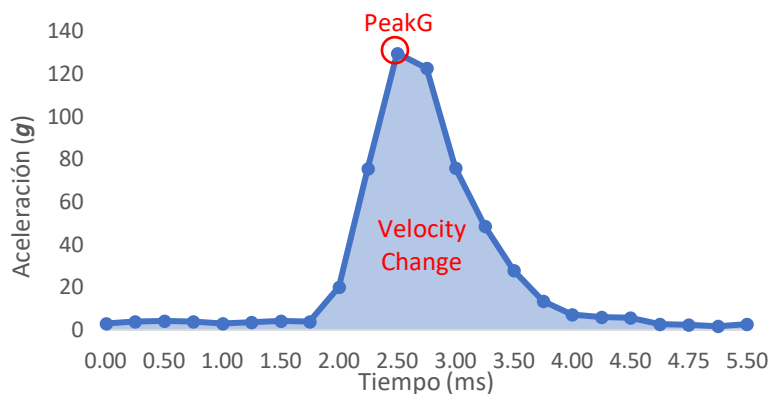

Figura 1 Ilustración de PeakG y Velocity Change.
para cuantificar el impacto: PeakG y Velocity Change (VC). PeakG se refiere al valor máximo de aceleración durante el impacto (Figura 1). El cambio de velocidad representa el área bajo la curva de aceleración, calculada integrando la aceleración a lo largo del tiempo, y significa la diferencia entre las velocidades inicial y final durante un impacto (Figura 1).